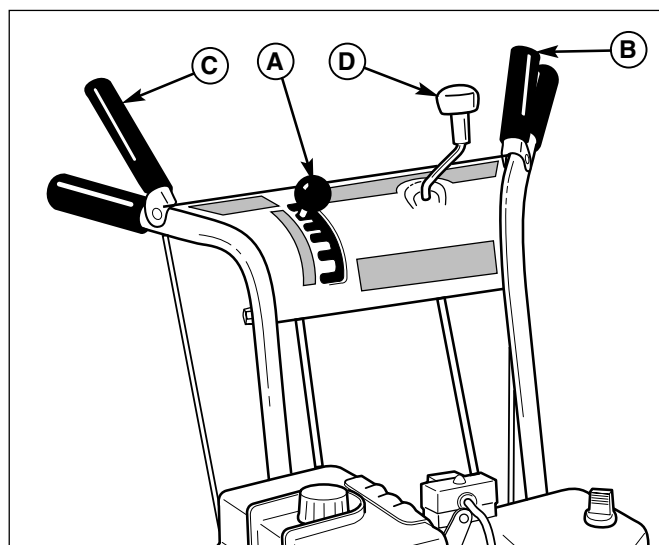

Figure 2. Emplacement des commandes de l'utilisateur
A. Changement de vitesse - Ce levier (A, Figures 2 & 3) est utilisé pour choisir la vitesse au sol du chasse-neige.
B. Commande de Traction & de Free Hand™ - Cette commande engage l'entraînement de traction lorsque la manette (B, Figures 2 & 3) est serrée, et désengage celui-là quand la manette est relâchée. Quand les deux manettes sont serrées, la commande Free Hand™ est activée. Cela permet à la commande de la vis sans fin d'être relâchée bien que celle-ci reste engagée jusqu'à ce que la commande Free Hand™ soit relâchée.
C. Commande de la vis sans fin - La manette de commande de la vis sans fin (C Figures 2 & 3), engage l'entraînement de la vis sans fin quand la manette est appuyée et la désengage lorsque la manette est relâchée (sauf si la commande Free Hand™ est aussi appuyée (voir ci-dessus)).
D. Commande de direction de la chute - La commande de direction de la chute (D, Figures 2 & 3), permet à la chute de décharge de pivoter pour projeter la neige dans la direction désirée. La neige peut être projetée à n'importe quel angle, complètement à gauche, devant ou à droite.
6. Vérifiez si la commande d'entraînement (B, Figure 2) et celle de la vis sans fin (C) fonctionne correctement. La fraise et la turbine doivent s'arrêter dans les 5 secondes après avoir lâché la commande de fraise (C). Voir la section Service pour les procédures en cas de nécessité de réglage.
7. Vérifiez si la commande de direction de chute (D, Figure 2) fonctionne correctement. La chute de décharge devrait pivoter librement dans les deux sens. Voir la section Service pour les procédures de réglage et en cas de panne.
10. Vérifiez si le changement de vitesse (A, Figure 2) fonctionne en douceur. La commande doit se déplacer librement dans chaque encoche de vitesse et rester en position lorsqu'elle est relâchée. Contactez votre concessionnaire local autorisé si le changement de vitesse ne se déplace pas librement dans toutes les vitesses de marche avant et arrière.